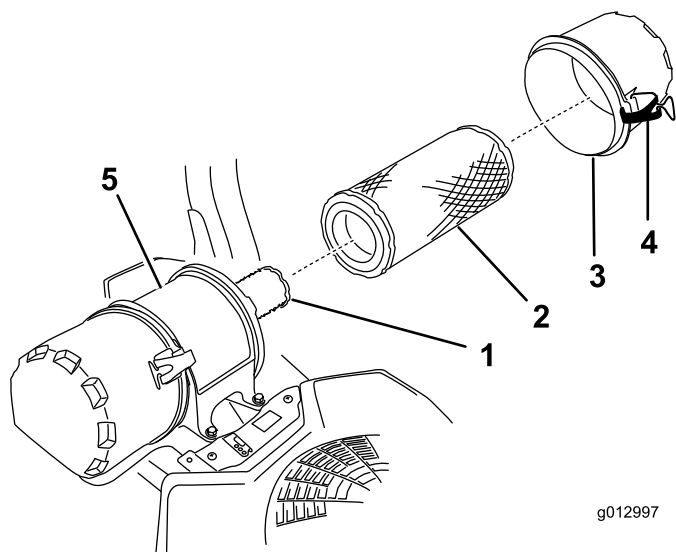

Figura 44
6. Abra los cierres del limpiador de aire y tire de la tapa del limpiador de aire para separarla del cuerpo del limpiador de aire (Figura 44).
- Extraiga con cuidado el filtro primario del cuerpo del limpiador de aire (Figura 44).
- Si va a cambiar el filtro interno, deslícelo cuidadosamente en el cuerpo del filtro (Figura 44).
- Deslice cuidadosamente el filtro primario por encima del filtro interno (Figura 44).
- Instale la tapa del limpiador de aire y fije los cierres (Figura 44).